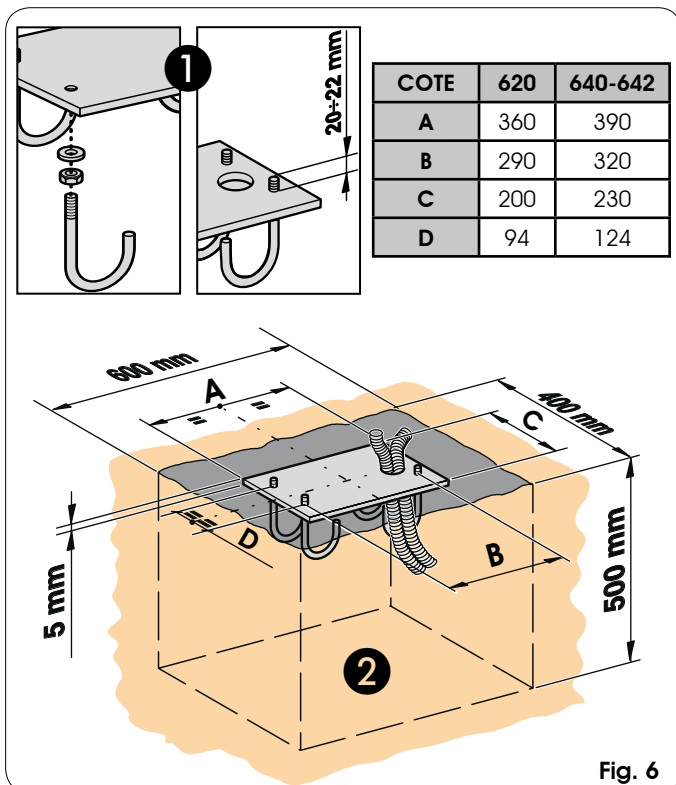

Fig. 6
- 1) Assembler la plaque de fondation d'après la fig. 6 réf. ①
- 2) Réaliser une base de fondation d'après la fig. 6 réf. ② (en cas de terrain argileux)
- 3) Sceller la plaque de fondation d'après la fig. 6 réf. ② en prévoyant une ou plusieurs gaines pour le passage des câbles électriques. Vérifier l'horizontalité parfaite de la plaque avec un niveau à bulle. Attendre que le béton prenne.